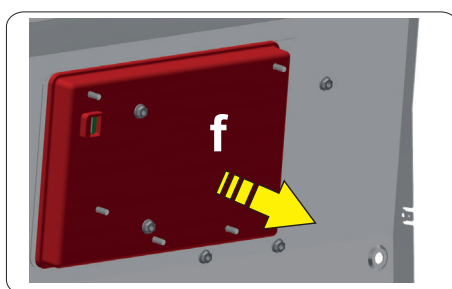

Fig. 12
- Enlever la boîte de protection en plastique (position **f** - voir **Fig. 12**).